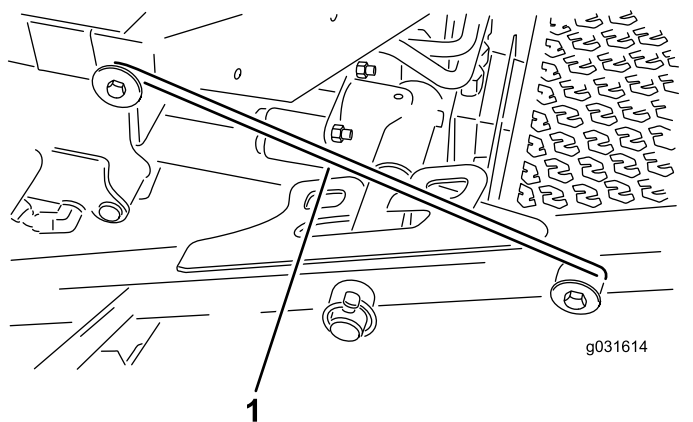

Figura 32
4. Eliberați tija de blocare din dispozitivul de fixare al cadrului de susținere frontal (Figura 32).
5. Ridicai exteriorul unităților de tăiere frontale și poziționezi blocajul peste tiftul cadrului montat pe partea din față a platformei operatorului (Figura 32).